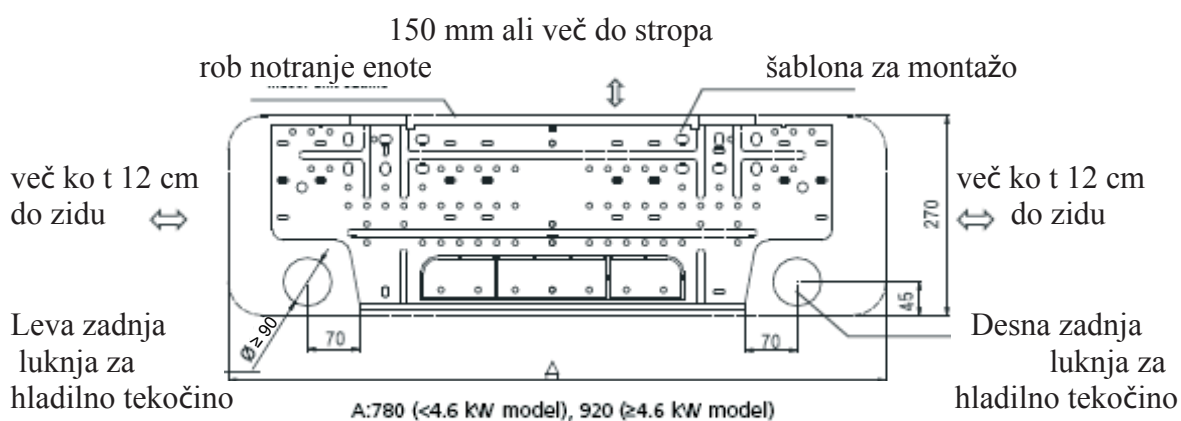

Fig. 5
- 1.) Mesta lukenj določite s pomočjo diagrama prikazanega na sliki 5 (fig. 5). Izvrtajte eno luknjo premera več kot 85 mm z rahlim nagibom luknje navzdol proti zunanosti. Tako voda ne bo mogla teči nazaj v prostor.